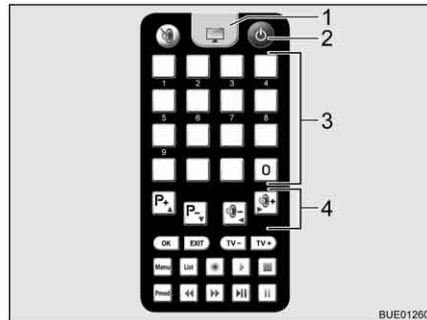

Bild 22 Fjärrstyrning
- Tryck på knappen "⏻" (Bild 22,2) på fjärrstyrningen. Parabolantennen lämnar viloläget och växlar till sökläge. När systemet har hittat satelliten ljuder en akustisk signal.
- Ställ in den önskade sändaren via lagringsknapparna (Bild 22,3) eller funktionsknapparna (Bild 22,4).